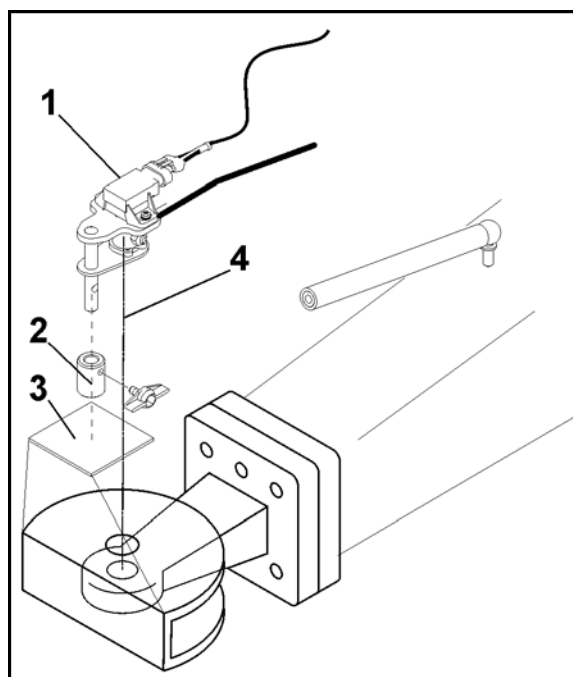

Fig. 132
Hvilke sporbredder som kan stilles inn er avhengig av hjulmontasjen (Fig. 132):
5. Skyv akselhalvdelen inn i ønsket posisjon hhv. trekk den ut. For å gjøre dette må du beregne målet x fra ytterkanten til grunnrammen (Fig. 132/1) til midten av sprøytehjulet, og skyve inn hhv. trekke ut akselhalvdelen tilsvarende.